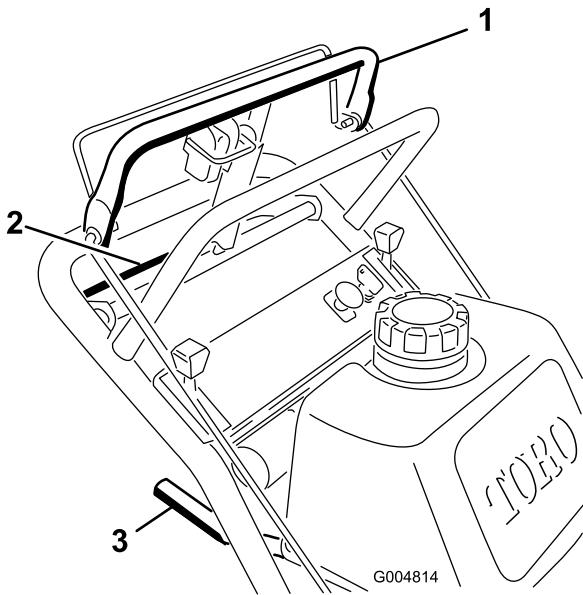

Figura 17
1. Para ir hacia adelante, mueva la palanca de cambio a una marcha hacia adelante (Figura 17).
3. Presione lentamente la barra de control superior para ir hacia adelante (Figura 17).
Para ir en línea recta, aplique la misma presión a ambos extremos de la barra de control superior (Figura 17).
Para girar, libere la barra de control superior en el sentido en que desea girar (Figura 17).
3. Apriete lentamente la barra de control inferior y el manillar para ir hacia atrás (Figura 17).
7. Al mismo tiempo, engrane la barra de control inferior y levante el manillar inferior para conducir la máquina por el bordillo (Figura 17 y Figura 18).
4. Al mismo tiempo, engrane la barra de control inferior y levante el manillar inferior (Figura 17 y Figura 18).